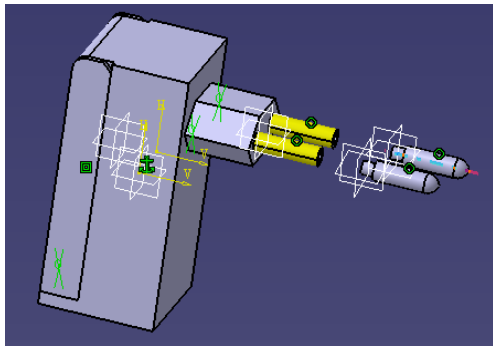

图 5-13
(2) 单击  键后，选择相互对应圆柱部分的轴线（鼠标放到圆柱位置时，自动出现轴线），单击 （见图 5-13）。